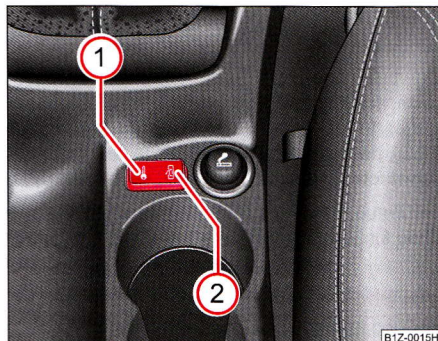

Fig. 28 Consola centrală: Tastele închiderii centralizate
– Apăsați tasta ① ⇒ fig. 28. Simbolul ! din tastă se aprinde.
– Apăsați tasta ② ⇒ fig. 28. Simbolul motor din tastă se stinge.